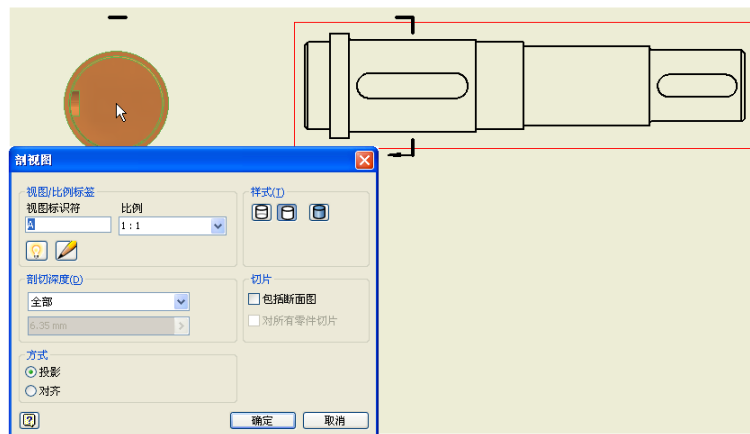

图 12-15 创建单个剖视图
② 由于传动轴是一个回转体零件，主视图已经可以看好的表达其特征信息，所以无需再创建侧视图。但是主视图中无法表现键槽特征的某些信息，如键槽的深度，所以需要为表现键槽的特征而创建合适的视图。在工程图中，为了表达键槽的特征，一般都采用剖视图的方法。下面我们看一下创建剖视图以表达键槽特征信息的方法。
① 单击【放置视图】标签栏【创建】面板上的【剖视】工具按钮，选择刚才创建的传动轴的主视图，然后，在键槽长度的大约一半处绘制一条竖直的直线以作为剖切线，然后接着绘制一条水平向右的直线作为投影方向线。
② 此时单击右键，选择打开菜单中的【继续】选项，则出现剖视图的预览图，并打开【剖视图】对话框以设置生成剖视图的各种选项，移动鼠标以选择合适的位置放置剖视图，最后单击【剖视图】对话框中的【确定】按钮完成剖视图的创建。【剖视图】对话框的设置以及生成的剖视图如图12-15所示。